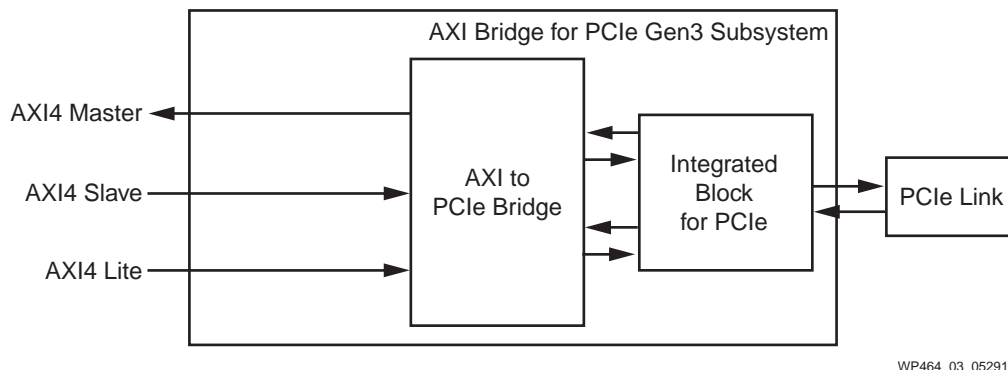

図 3: AXI4 インターフェイス
2. **AXI4** : これは、プロセッサ システム ベースのコアで使用されるメモリ マップド インターフェイスであり、エンベデッド デザインで一般的に用いられています。図 3 を参照してください。